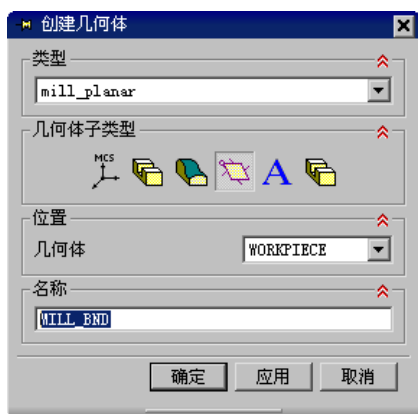

图 3.6.4 “创建几何体”对话框
Step1. 选择下拉菜单   命令, 系统弹出图 3.6.4 所示的“创建几何体”对话框。